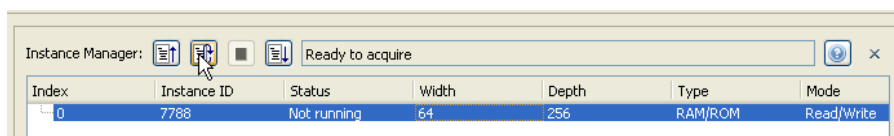

图 26 可在线查看的片内 RAM
③ 下载完成后可以看到 HSC 开发板上的指示灯 D1 闪烁。此时我们接着选中 Index 下面的 Memory 项，然后单击循环读取按钮，如图 26 所示。